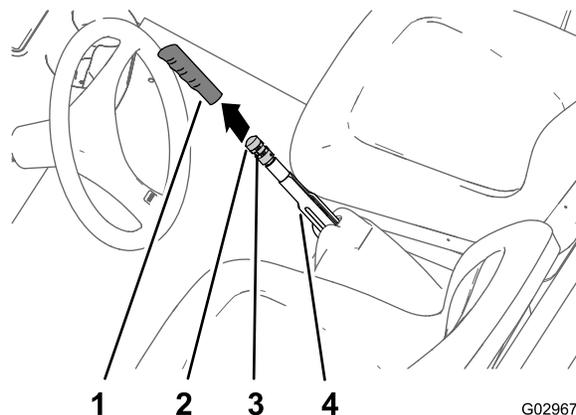

図 56
1. 駐車ブレーキレバーのグリップを外す 図 56。
2. 駐車ブレーキレバーに調整ノブを固定している固定ねじをゆるめ 図 56、駐車ブレーキを解除して、ブレーキ調整ノブをゆるめる。
5. ブレーキを掛けるのに必要な力が 133-156 N·m 4.2-4.8 kg·m = 30-35 ft-lbとなるようにノブ 図 56を回して調整する。
- C. ブレーキを掛けるのに必要な力が 133-156 N·m 4.2-4.8 kg·m = 30-35 ft-lbとなるようにノブ 図 56を回して調整する。
- 固定ねじを締め、グリップを取り付ける 図 56。